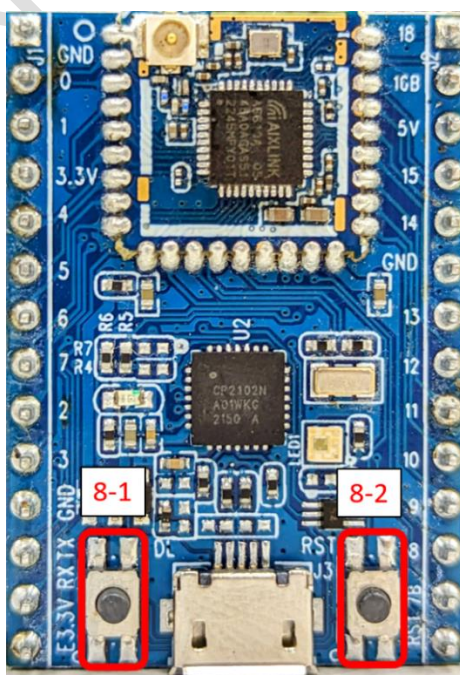

图 9: 进入 Download mode
- ①设置串口
- ②开启连接，按钮转绿色状态。执行此步骤前先确认串口软件已断开连接
- ③加载配置
- ④选择目标路径的 Config.ini 档案
- ⑤确认开启
- ⑥选择欲刻录的 FW 档案
- ⑦点选写入
- ⑧按住 **Download** 钮并短按 **Reset** 钮进入刻录模式，如图 9 所示
- ⑨确认刻录进度条 100%，即可断开连接，完成刻录